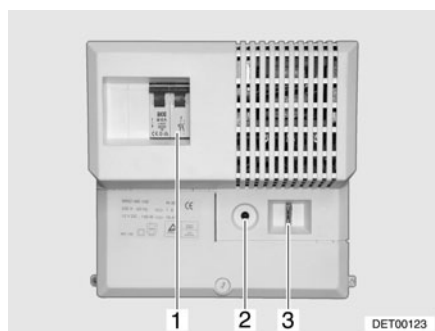

Fig. 95 Bloc transformateur
Le disjoncteur automatique 230 V (Fig. 95,1), la protection contre les surcharges (Fig. 95,2) et le fusible principal (Fig. 95,3) sont intégrés dans le bloc transformateur.
- Appuyer sur le bouton de commande de la protection contre les surcharges (Fig. 95,2) (position "Allumer").